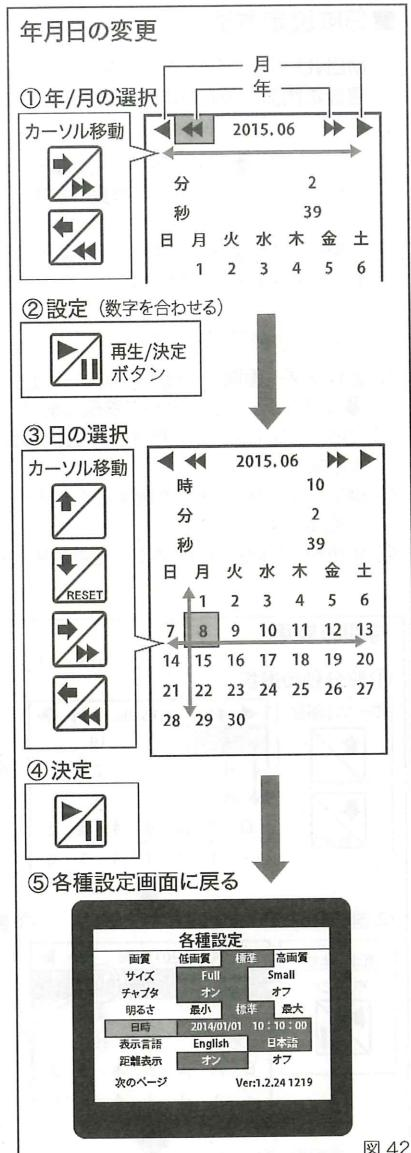

図42
5.「年月日」の変更(図42)
- ① カレンダー画面の「年」(\blacktriangleleft 、 \triangleright)「月」(\blacktriangleleft 、 \triangleright)に、「左」「右」ボタン(\blacktriangleleft 、 \triangleright)でオレンジのカーソルを移動します。 $(\blacktriangleleft$ 、 \blacktriangleleft :数字減 / \triangleright 、 \triangleright :数字増)
- ② 選択後、「再生/決定」ボタンを押し設定したい年月に合わせます。(押した回数分、数字が変わります)
- ③ カレンダー画面の「日」に、「上」「下」「左」「右」ボタン(\triangleright 、 \blacktriangleleft 、 \uparrow 、 \downarrow)でオレンジのカーソルを移動します。
- ④ 選択後、「再生/決定」ボタンを押し決定します。
- ⑤ 各種設定画面に戻ります。